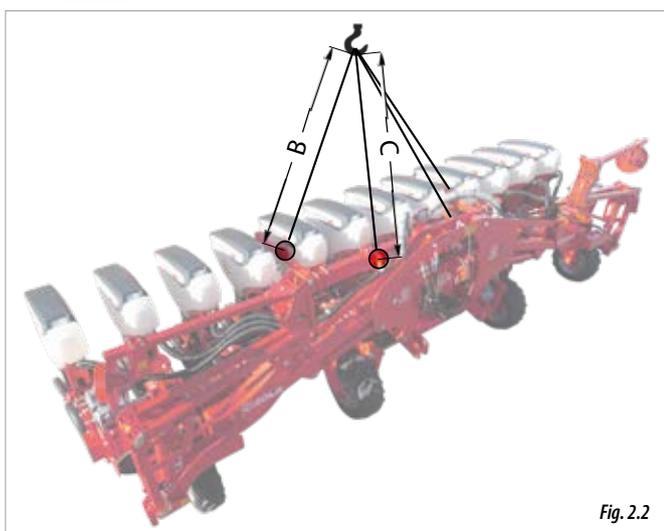

Fig. 2.2
- Versioni della macchina **PIEGHEVOLI** (Fig. 2.2), il CARICAMENTO e lo SCARICAMENTO devono essere eseguiti mediante 4 punti:
- 2 punti di aggancio PRINCIPALI, localizzati nel TELAIO a tre punti (B, Fig. 2.2).
- 2 punti di aggancio SECONDARI localizzati nei piedi d'appoggio (C, Fig. 2.2).
ATTENZIONE: RISPETTARE LE DISTANZE: **B** E **C** (2 METRI) PER EVITARE DANNI ALLA MACCHINA DURANTE IL PROCESSO DI SOLLEVAMENTO (FIG. 2.2).